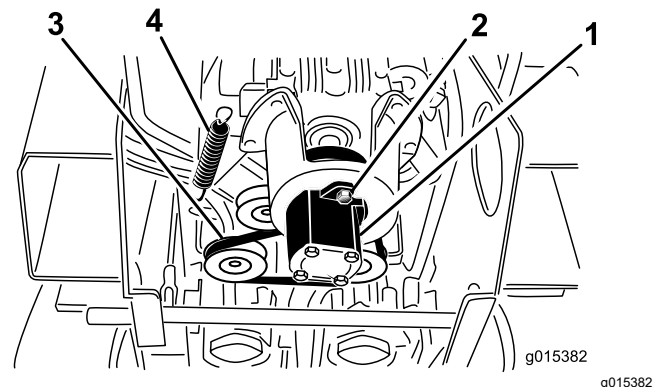

Figura 53
5. Afloje los 2 pernos de la bomba (Figura 53).
6. Gire la bomba en el sentido antihorario y deje que se separe de la polea (Figura 53).
7. Usando una herramienta especial para retirar muelles (póngase en contacto con su servicio técnico autorizado), retire el extremo del muelle del perno para aliviar la tensión de la correa (Figura 53).